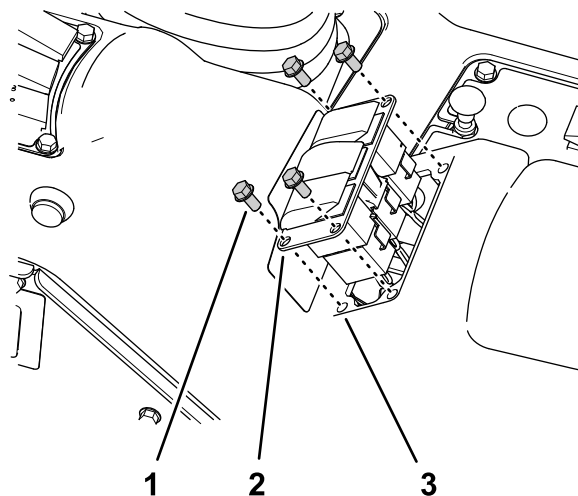

Рисунок 239
1. Удалите 4 винта с фланцевыми головками ($\frac{1}{4} \times \frac{1}{2}$ дюйма), которые крепят панель с 3 переключателями к консоли управления (Рисунок 239).
3. Отсоедините 8-гнездовой разъем жгута проводов машины (с маркировкой **Rate Switch (переключатель интенсивности опрыскивания)**) от 8-штыревого разъема переключателя (Рисунок 239).
6. Совместите заглушку переключателя с отверстием в панели с 3 переключателями, откуда был снят переключатель интенсивности опрыскивания (Рисунок 239).
защелки, которая надежно зафиксировывает заглушку в панели (Рисунок 239).